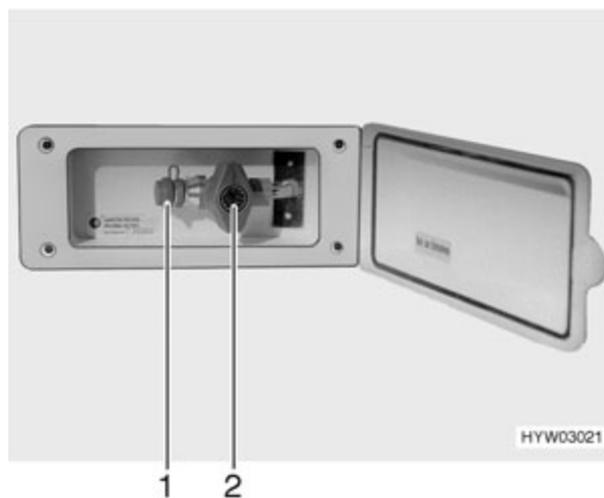

Fig. 111 Raccordement externe de gaz avec robinet fermé
- ▶ Si vous n'utilisez pas le raccordement externe de gaz, veillez à ce que le robinet d'arrêt (Fig. 111,2) soit toujours fermé.
- ▶ Après le raccordement et l'ouverture du robinet principal, contrôler qu'aucune fuite de gaz ne se produise au niveau du point de branchement (Fig. 111,1). Si le raccordement externe de gaz n'est pas étanche, du gaz fuit vers l'extérieur. Dans un tel cas, fermer immédiatement le robinet principal ainsi que celui de la bouteille de gaz. Faire contrôler le raccordement externe de gaz par un atelier spécialisé agréé.
Le raccordement externe de gaz (Fig. 111) se trouve à l'avant droite, à côté du compartiment à bouteilles de gaz.